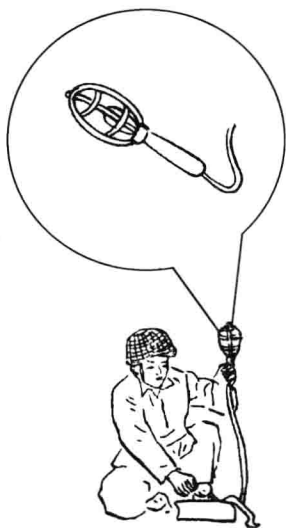

图 1.1.14 在低压危险场合照明时
(3) 在潮湿环境使用照明器具或使用移动照明器具进行照明时，必须使用低压安全灯，如图 1.1.14 所示。